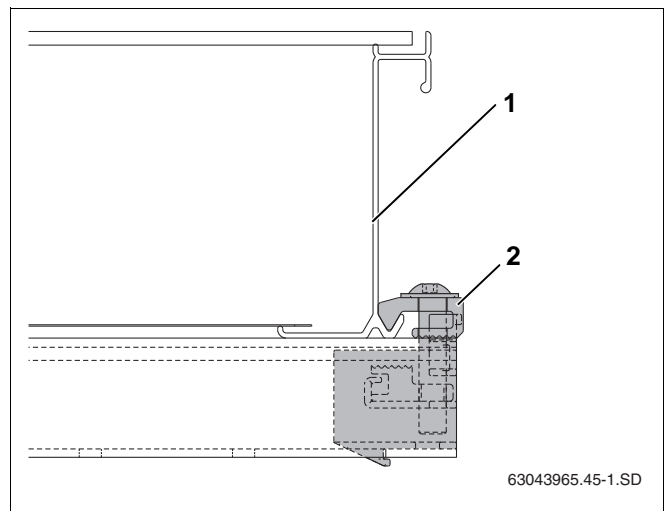

Fig. 44 Fastskruet ensidet opspændingsanordning
- ▶ Skub forsigtigt solfangeren (fig. 44, **pos. 1**) på den ensidede opspændingsanordning, og juster vandret.
- ▶ Skru den ensidede opspændingsanordning fast med nøgle SW5 (fig. 44, **pos. 2**).
Opspændingsanordningens nedholder (fig. 44, **pos. 2**) griber nu ind i den nederste solfangerkant.